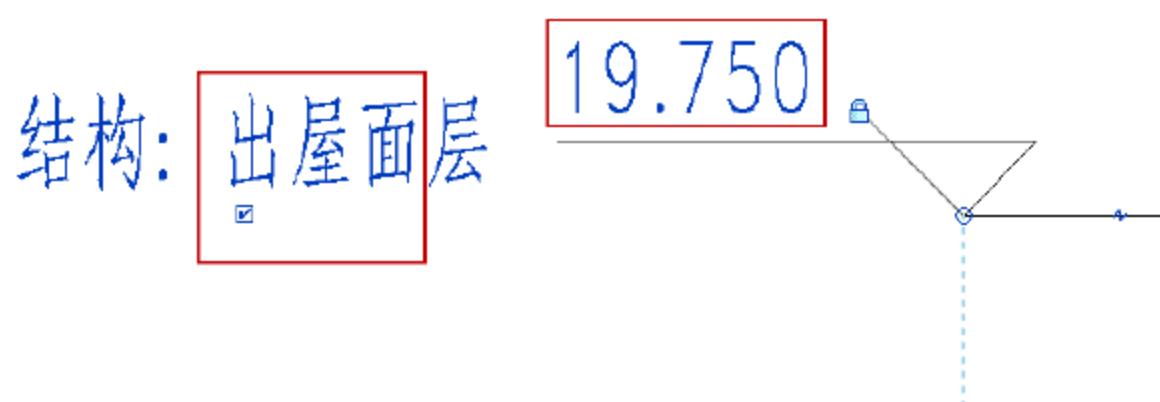

图 1.2.50 出屋面层
(9) 更改结构最顶部标高。将结构专业最顶部的标高改为“结构：出屋面层”字样，并将其标高数值改为 19.750，如图 1.2.50 所示。